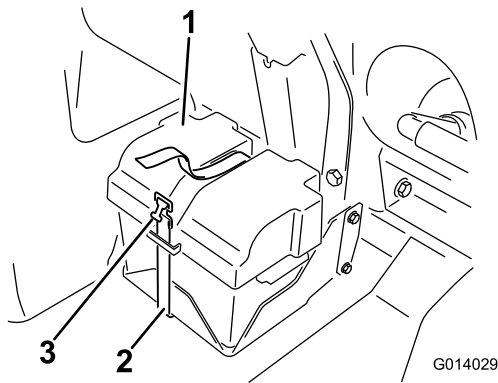
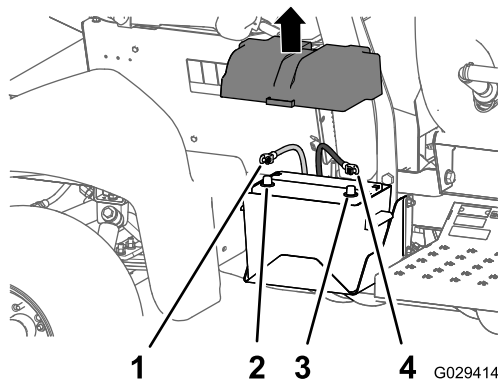

Bild 2
Bild 3
1. Nehmen Sie die Batterieabdeckung ab und klemmen das Minuskabel (schwarz) vom Batteriepol ab (Bild 2 und Bild 3).
2. Klemmen Sie das Pluskabel (Rot) vom Batteriepol ab (Bild 3).